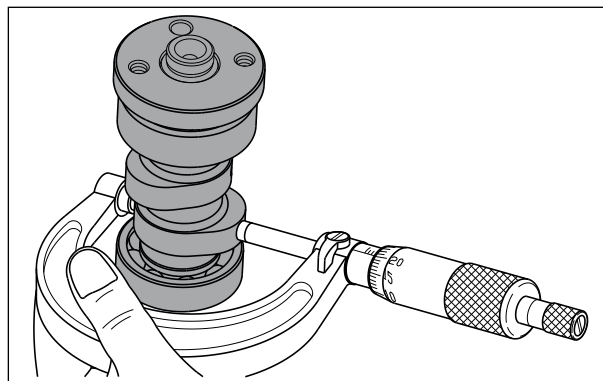

Fig. 3.71
- Meça a altura dos ressalto da árvore de comando. Se a altura dos ressalto for inferior ao limite de uso, substitua a árvore do comando por uma nova. (Fig. 3.71)